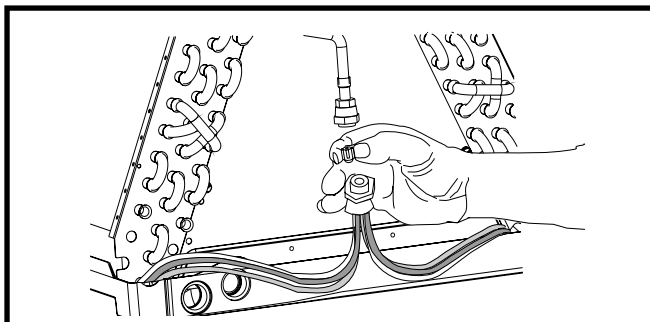

Figure 8. Installation d'un nouvel orifice
8. Insérez le nouvel orifice dans le corps du distributeur, bout arrondi vers le bas. Voyez la Figure 8.